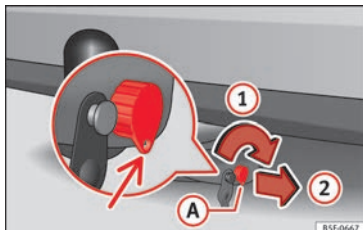

Abb. 227 Schloss sperren
- Drehen Sie den Schlüssel **A** in Pfeilrichtung **1**, bis sich der gelochte Teil des Schlüssels unten befindet » **Abb. 227**.